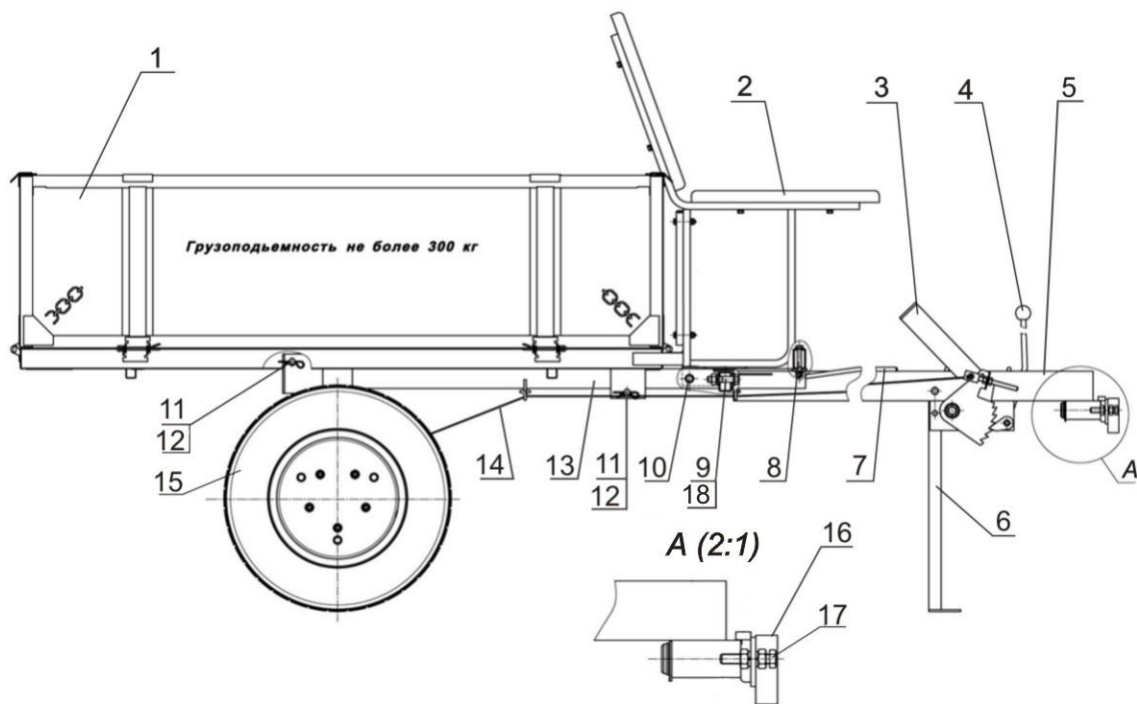

Рис. 2
- эксплуатация тележки без зашплинтованных осей крепления кузова поз. 11рис. 2;
Тележка прицепная мотоблочная, одноосная, без рессор, состоит из следующих основных узлов: шасси, которое состоит из водила 5 и рамы 13 соединенных между собой болтами 8, 9 и кузова тележки 1 (рис. 2).
- присоединить водило 5 к раме 13 болтовыми соединениями М12х45 (2 шт.) поз. 9, М8х60 (2 шт.) поз.8 и М12х60 (1 шт.) поз. 18 согласно рис.2;